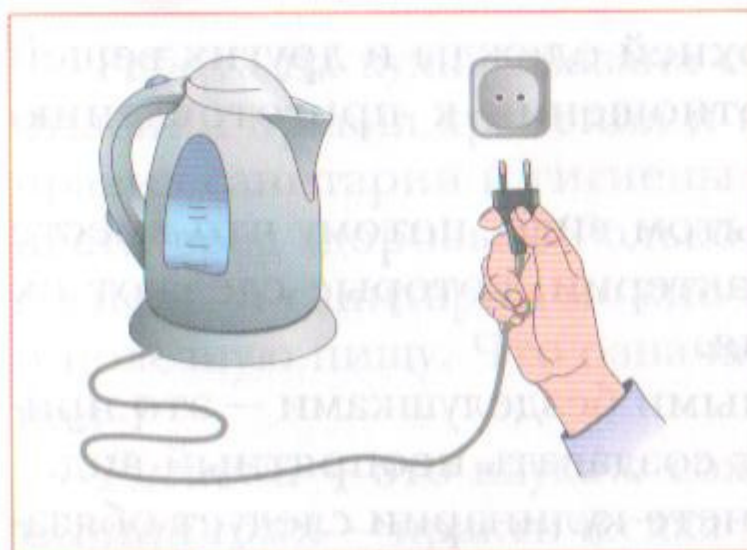

Рис. 125 Подключение и отключение электроприбора
- подключать и отключать электроприбор только сухими руками, держась за его вилку (рис. 125);